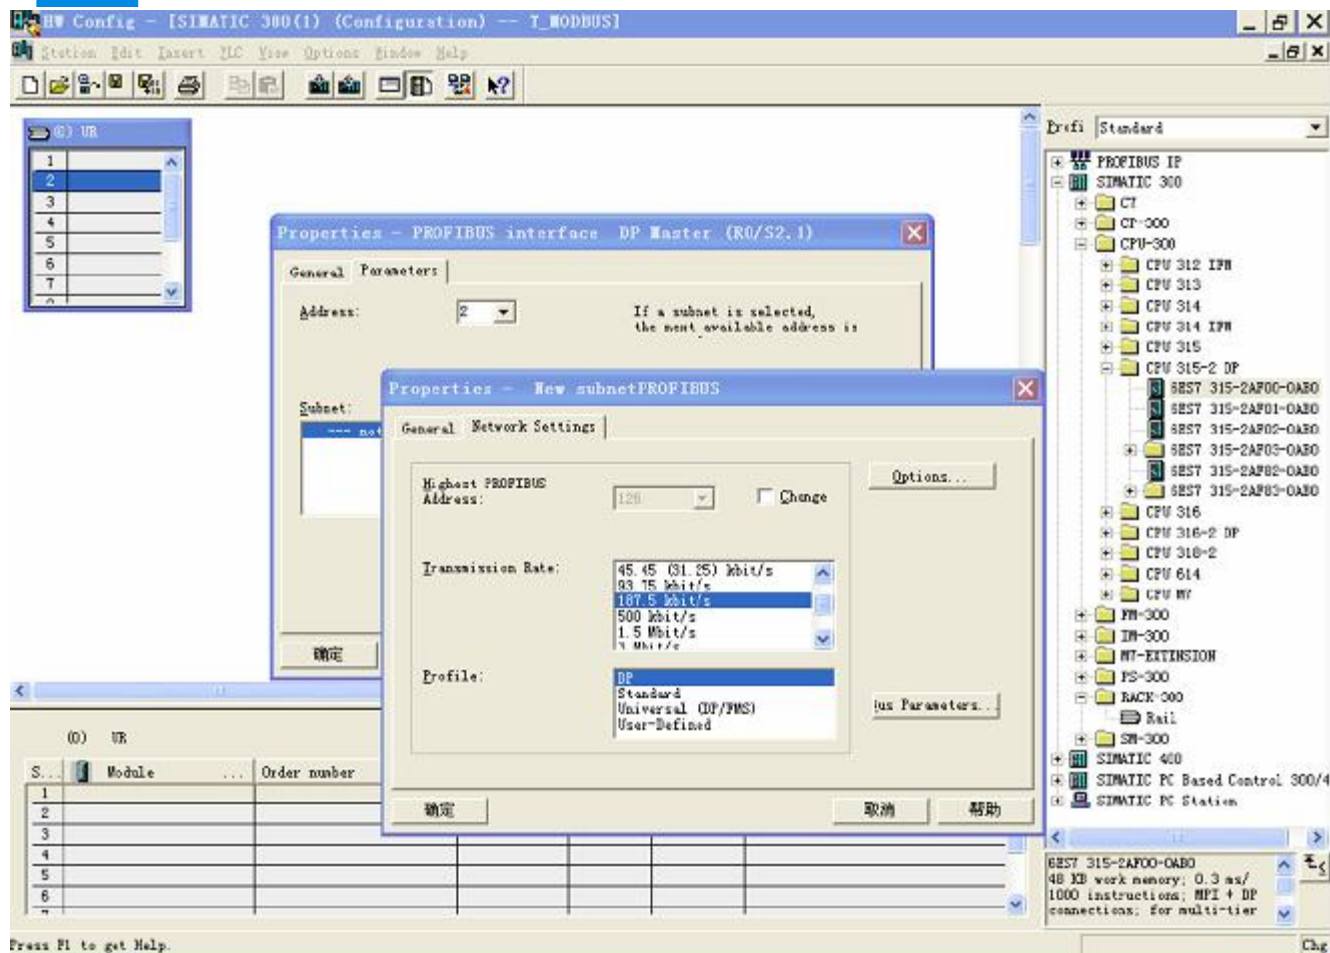

图 10
3. 创建 Profibus-DP 网络，设置 Profibus-DP: New->Network settings, 选择 DP, 选择一个波特率如 187.5Kbps, 然后 “OK”，双击它；如图 10: